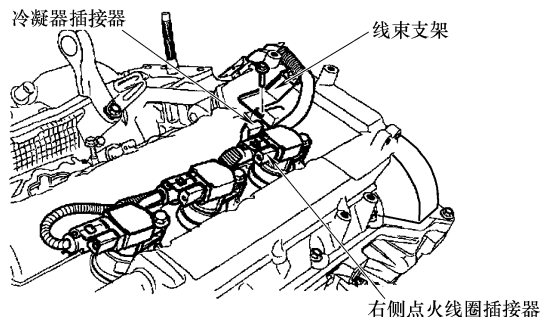

图 29-66 右侧点火线圈插接器、冷凝器插接器和线束支架识别
③ 安装点火线圈。
④ 按照图 29-66 所示，插接右侧点火线圈插接器、冷凝器插接器并安装好线束支架。